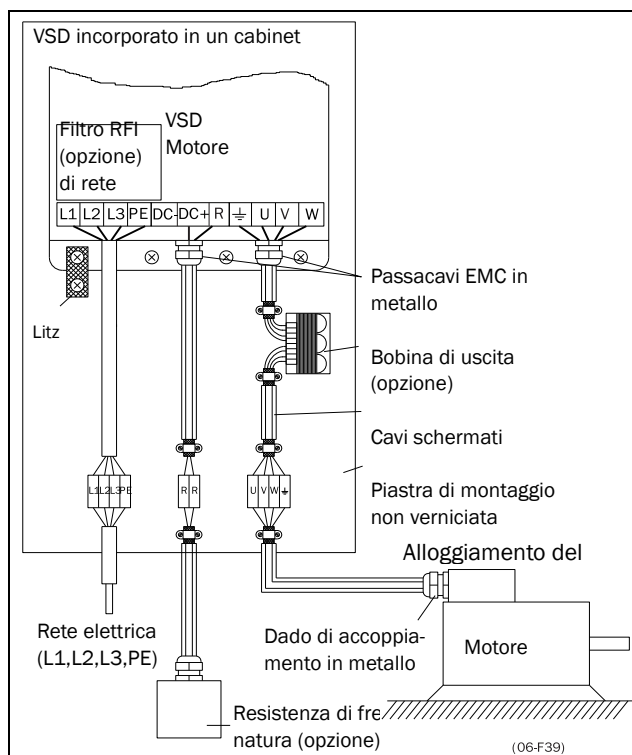

Fig. 23 Variatore di velocità in un cabinet su piastra di montaggio
- Il collegamento di terra litz, vedere la fig. 23, è necessario solo se la piastra di montaggio è verniciata. Tutti i variatori di velocità hanno la parte posteriore non
- Il collegamento di terra litz, vedere la fig. 23, è necessario solo se la piastra di montaggio è verniciata. Tutti i variatori di velocità hanno la parte posteriore non verniciata e sono pertanto idonei per essere montati su una piastra di montaggio non verniciata.
Se i cavi del motore devono essere interrotti da interruttori di manutenzione, bobine di uscita e altro, è necessario che la schermatura non venga interrotta utilizzando alloggiamento in metallo, piastre di montaggio metalliche e così via, come illustrato nella Fig. 23.
- Se l'inverter è montato in un cabinet standard, i cavi interni devono essere conformi alla norma EMC. La Fig. 23 mostra un esempio di VSD incorporato in un cabinet.